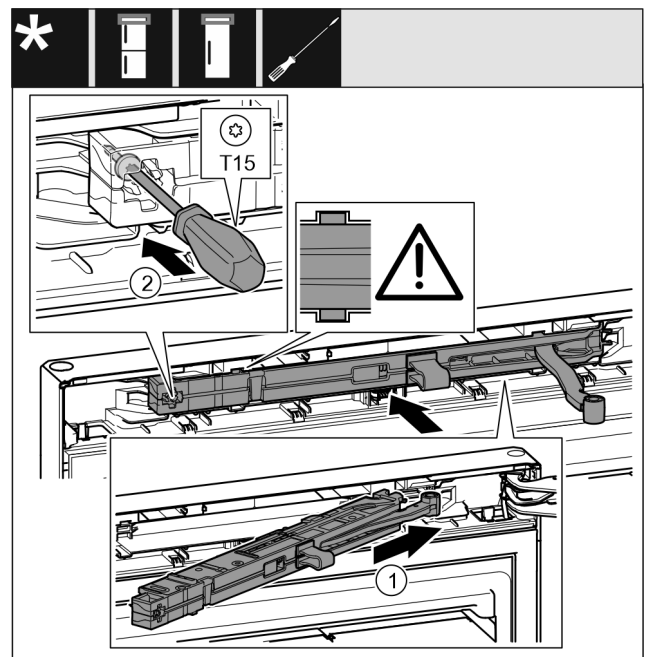

Fig. 52
- ▶ Schließdämpfereinheit Fig. 52 (1) auf der Lagerbockseite bis zum Anschlag schräg in die Aussparung einschieben.
- ▶ Schraube Fig. 52 (2) mit einem Schraubendreher festschrauben.